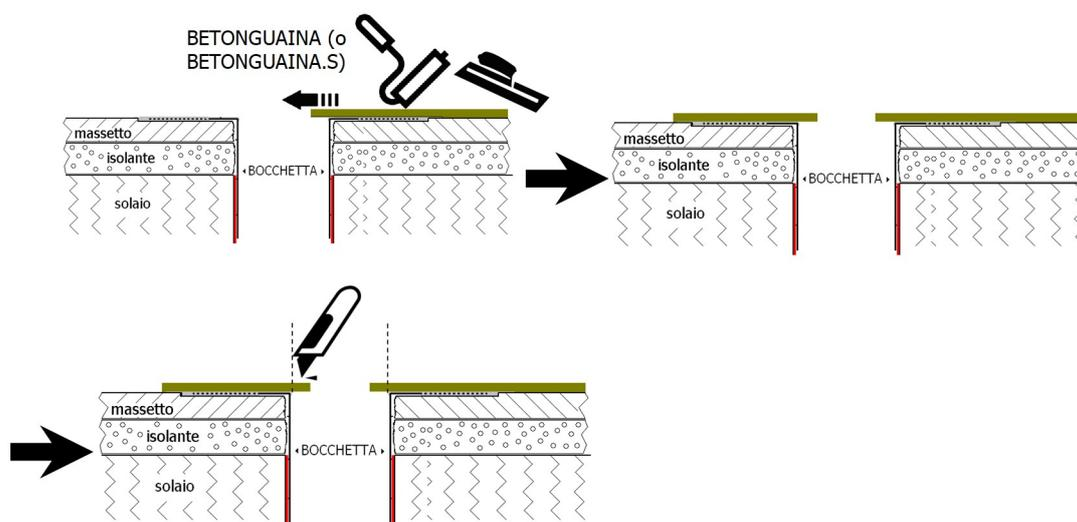

Fig. 5: realizzazione del manto impermeabilizzante e finitura
► Realizzazione del manto impermeabilizzante (vedi Fig. 5)